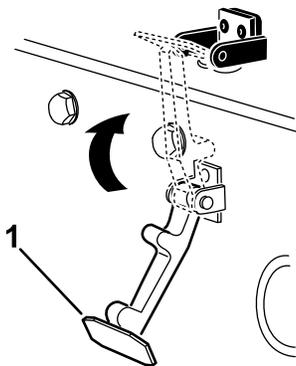

**Figura 33**
3. Ao alinhar os furos de montagem, posicione o suporte do trinco CE e o suporte do trinco do capot no capot. O suporte do trinco tem de estar contra o capot (Figura 33). Não retire o parafuso e porca do braço do suporte do trinco.
5. Aplique rebites nos suportes e nas anilhas ao capot (Figura 33).